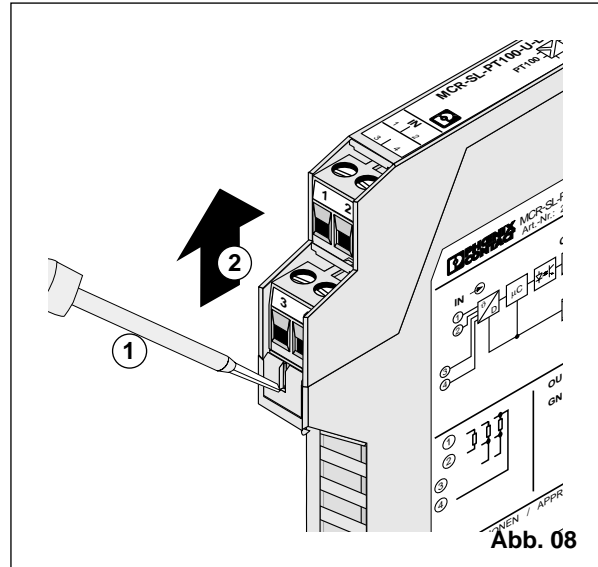

Abb. 08
4.1. Öffnen des Gerätes (Abb. 08)